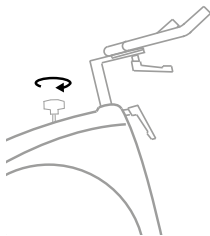

Рис. 12
2. Увеличьте сопротивление тормоза таким образом, чтобы pedalный рычаг был неподвижен (см. рис. 12).